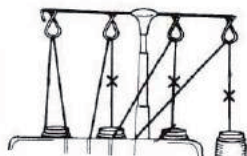

Рис. 2
3. Свяжите концы новой нити и старой нити вместе, убедитесь, что связаны нужные нити (Рис. 2).